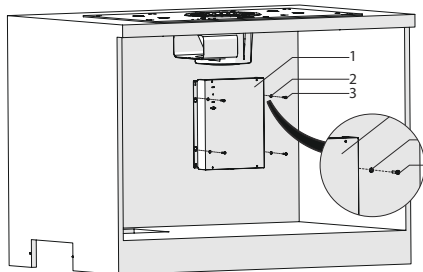

Fig. 18
5. ➡ Placera elektronikboxen inuti skåpet och fäst den med 4 x 3,9x22 skruvar och brickor (Fig. 18).